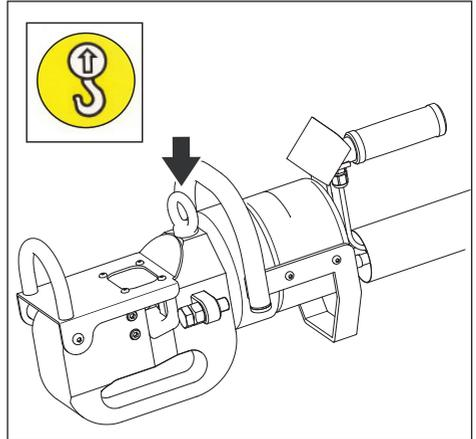

Abbildung 7, Anhebestelle
- Verwenden Sie ausschließlich die im Lieferumfang enthaltene Augenschraube, falls es notwendig sein sollte, das Werkzeug zu bewegen oder zu transportieren. Siehe Abbildung 7. Verwenden Sie Hebezeug mit ausreichender Tragfähigkeit.